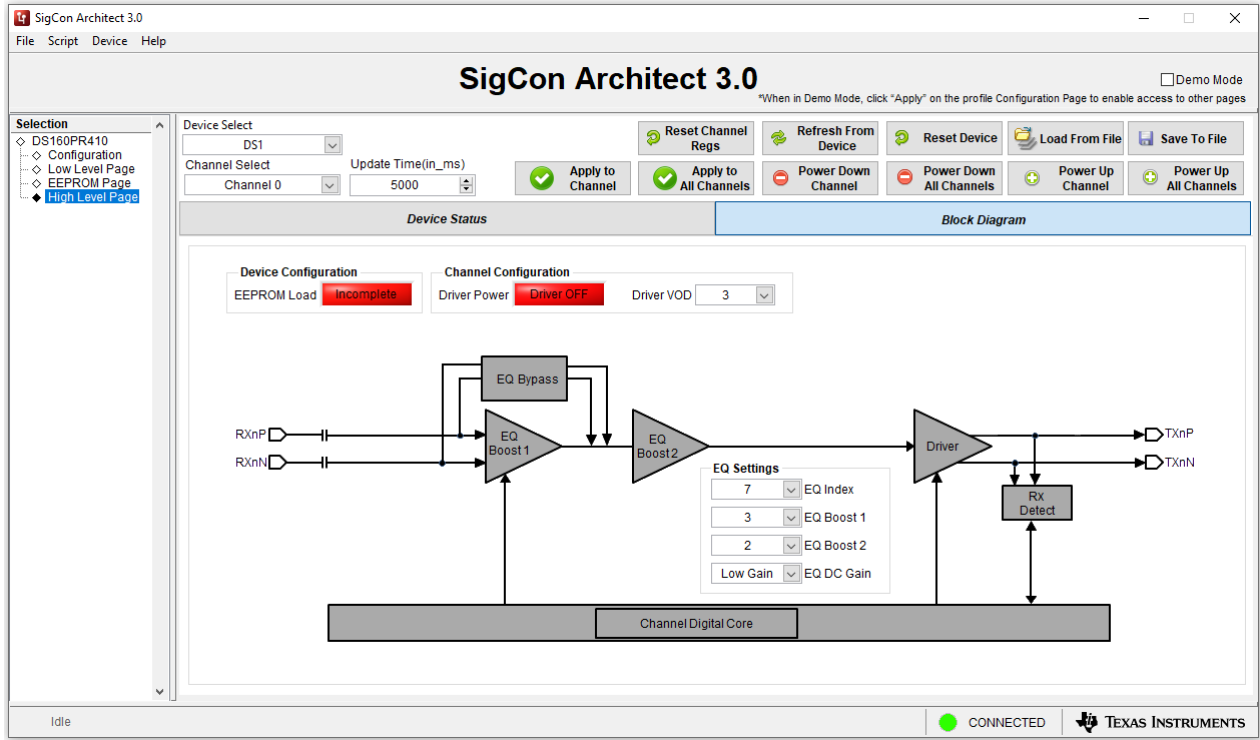

图 1-1. SigCon Architect DS160PR410 的“High Level Page”（高电平页面）
- 确定分流器处于以下位置，如图 1-1 所示。
- 该电路板经配置可用于任何 PCIe 总线宽度 (PRSNT 信号控制设置如图 1-1 所示，使用 J6、J7、J8 和 J9 接头)。
11. 在 DS160PR410 “High Level Page”（高电平页面）上，选择“Block Diagram”（框图），如 图 1-1 所示。